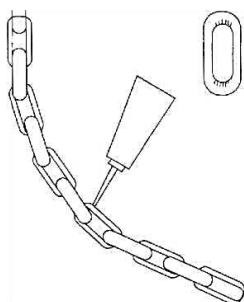

Fig.4.5
c) Lubrificare ciascuna maglia del collegamento della catena e della puleggia di carico. Dopo la lubrificazione , sollevare la catena su e giù senza carico per lubrificare in modo uniforme. (Fig.4.5)